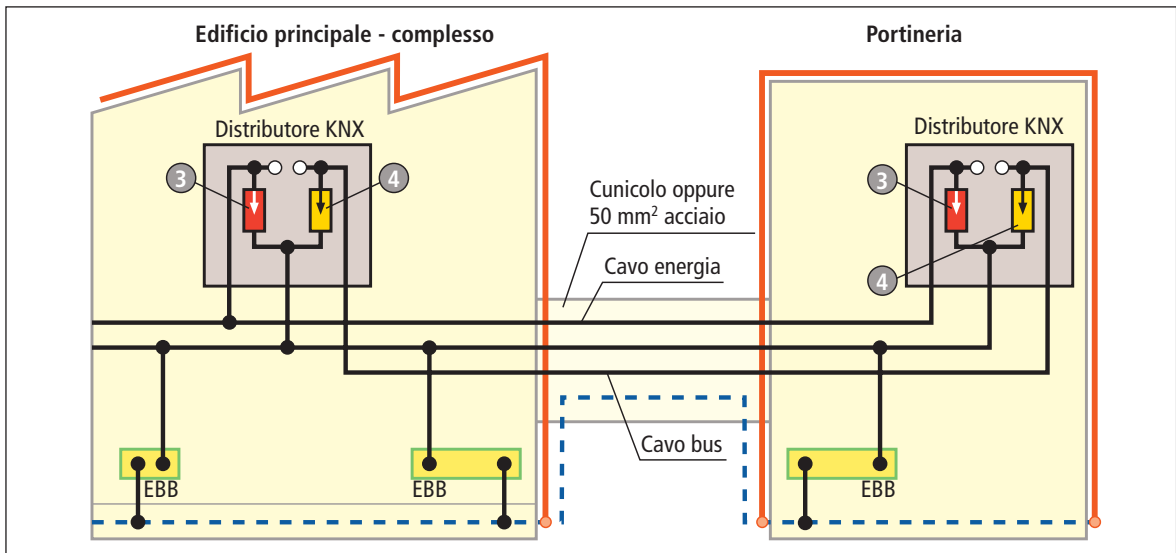

Figura 9.10.3 Protezione contro i fulmini e le sovratensioni, cablaggio tra edifici con connessione dei sistemi di messa a terra
**Soluzione 2:** figura 9.10.3, tabella 9.10.1